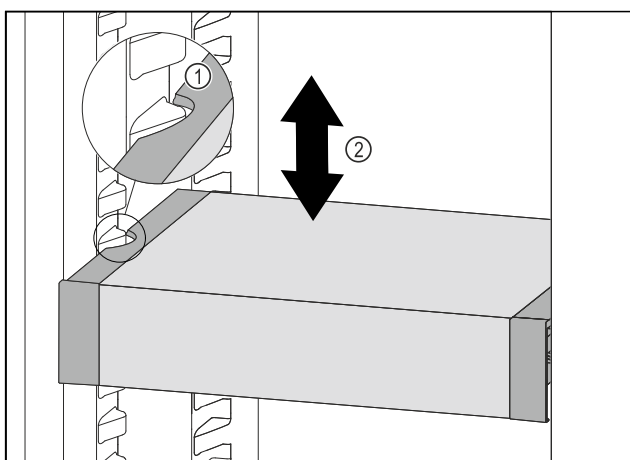

Fig. 133
- ▶ Trekk VarioSafe forover, til utsparingene på sidene av VarioSafe er på nivå med rillene i kjøleskapet. Fig. 133 (1)
- ▶ Flytt VarioSafe oppover eller nedover i kjøleskapet, til ønsket høyde er nådd. Fig. 133 (2)